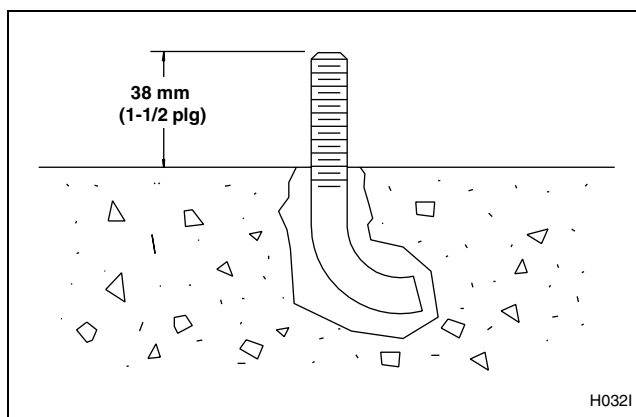

Figura 14
5. Utilice aire comprimido o una bombilla de aire para sacar todos los desperdicios de cada uno de los orificios. Ancle los pernos en forma de J en su lugar, utilizando un compuesto industrial de anclaje aprobado. Verifique que los pernos en forma de J estén en sus lugares correctos y que 38 mm (1-1/2 plg) de ellos sobresalga del piso. Consulte la *Figura 14*.
6. Use el diagrama de instalación de pernos que aparecen en la *Figura 14* para colocar correctamente los pernos de montaje en el concreto húmedo. Cuando utilice pernos en forma de J, deje que sobresalgan 38 mm (1-1/2 plg) por encima de la superficie de concreto.